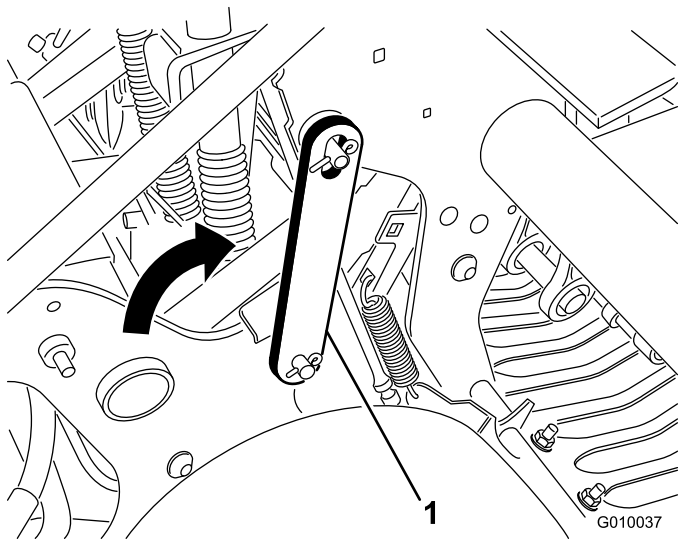

图22
4. 向后转动检修门锁，并将其插入打孔头销（图22）。用锁紧环将其固定。